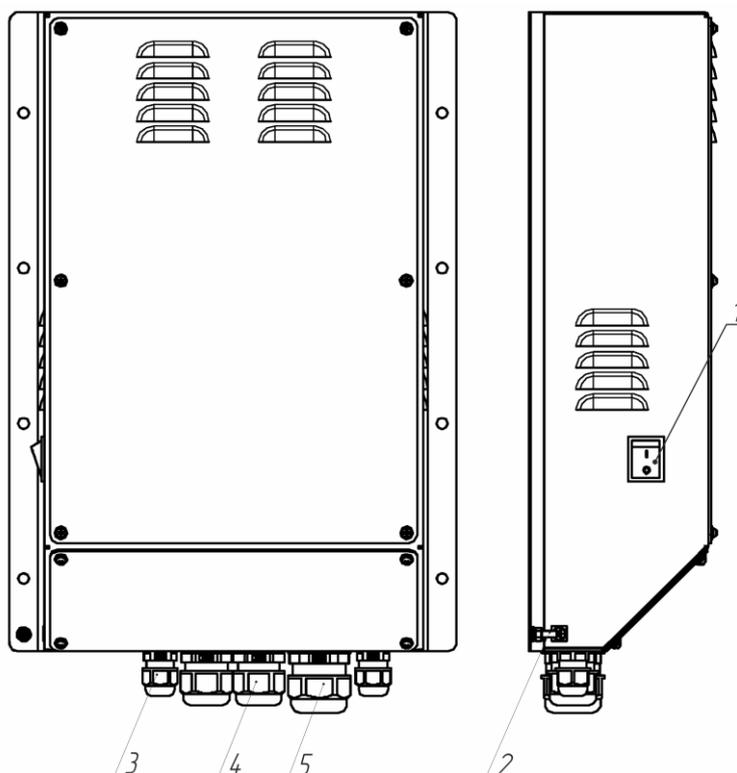

Рисунок 1 – Внешний вид изделия
1.3.1 Изделие изготовлено в металлическом корпусе, который имеет крепление для монтажа на вертикальную переборку. На боковой стенке корпуса расположен клавишный переключатель включения (выключения) с индикацией наличия основного питания зеленого цвета при включенном положении переключателя, см. рисунок 1. Габаритные и установочные размеры изделия представлены в приложении Б.